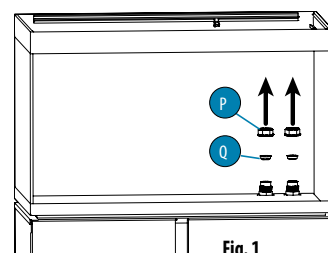

Fig. 1
- Dévisser manuellement le bouchon (P) et retirer le bouchon (Q) de l'ouverture (O) (Fig. 1).
- Dévisser manuellement le bouchon (P) et retirer le bouchon (Q) de l'ouverture (I) (Fig. 1).